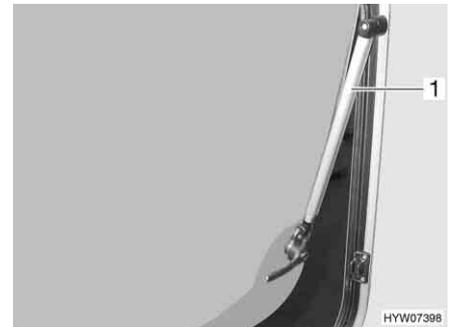

Fig. 68 Finestra apribile con deflettore automatico
- Finestra apribile con deflettore automatico: Aprire la finestra apribile fino al punto di arresto desiderato. Il deflettore automatico (Fig. 68,1) si innesta automaticamente in posizione.